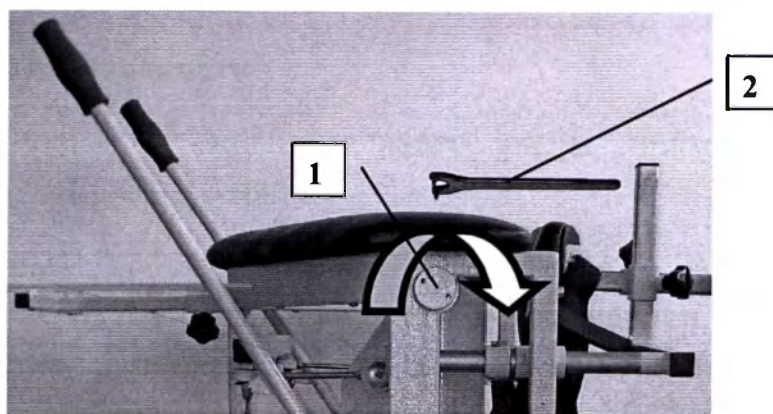

Рисунок 11 – Подтяжка фиксирующих гаек
5.1.5 Перед началом тренировки рекомендуется убедиться в прочности фиксации винта-оси (см. Рисунок 11 поз.1) с двумя отверстиями под ключ (см. Рисунок 11 поз.2). Если винт-ось закреплен слабо, то будут движения вбок подвижных опор конечностей. Подтяжка и фиксация гаек производится специальным ключом (аналогичный ключ используется для смены оснастки на УШМ, «болгарке»).